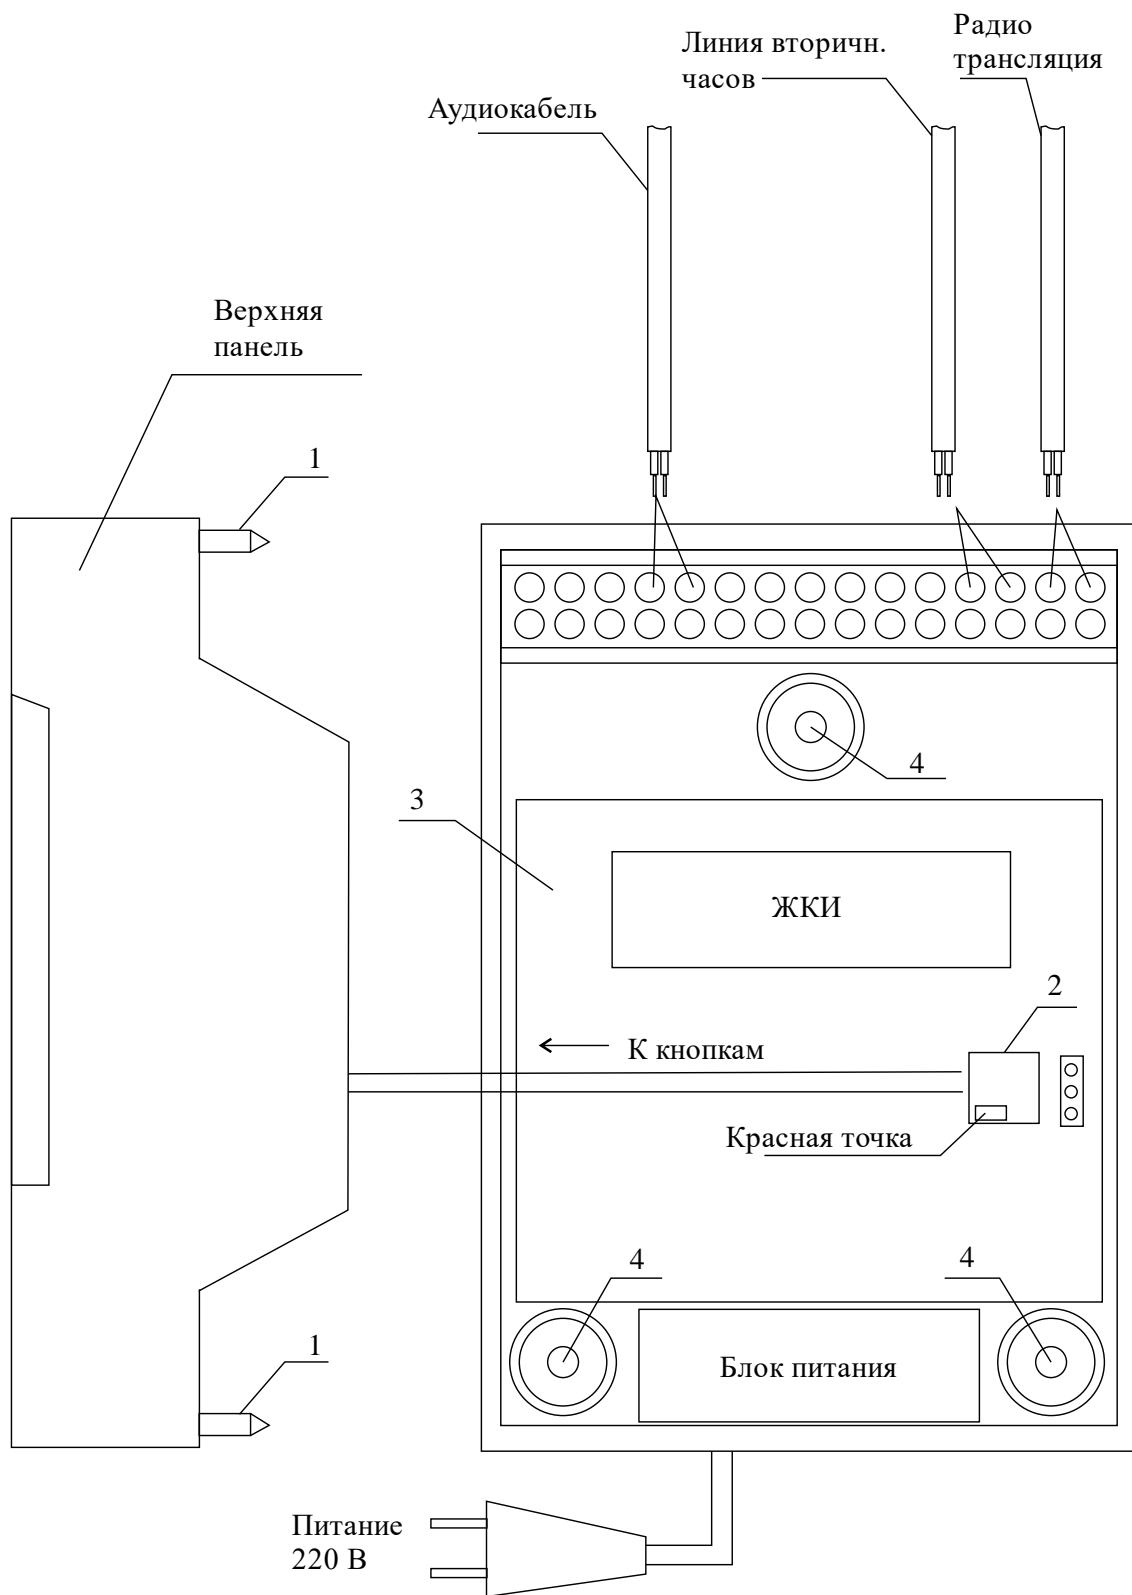

Рис. 1
4.1. Выверните четыре винта 1, расположенных на верхней панели ЧС (см. Рис.1). Снимите верхнюю панель и отсоедините разъем 2, соединяющий кнопки с печатной платой 3.
4.4. Подсоедините линию радиотрансляционной сети, линию вторичных часов, кабель от линейного входа усилителя к клеммной колодке как показано на рис.1. Полярность подключения кабелей радиотрансляции и часовой линии произвольна.